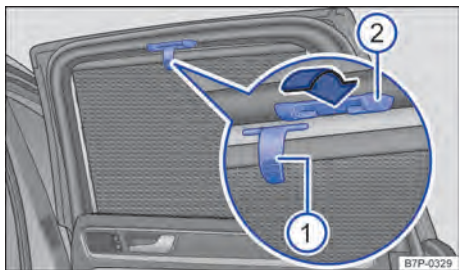

Fig. 114 No vidro traseiro direito: cortina de proteção solar.
- Puxar a cortina de proteção solar pela alça frontal ⇒ Fig. 114 ① totalmente para cima.
- Prender a barra retentora com ambos os olhais nos respectivos suportes ②. Verificar se a cortina de proteção solar estendida está encaixada seguramente em ambos os suportes ②.
- Para enrolar a cortina de proteção solar, pendurar em cima e conduzir para baixo com a mão para que ela retorne à sua base ⇒ ①.